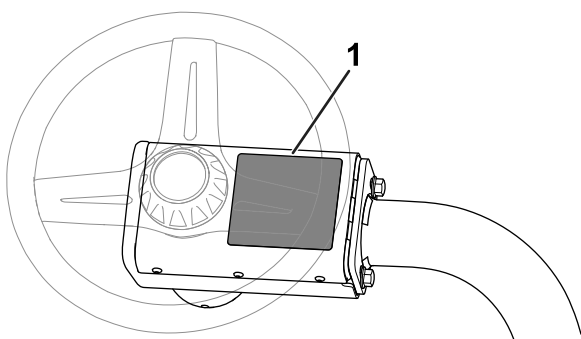

Figura 17
- **Autocolante de aviso CE:** instale o autocolante de aviso CE (peça n.º 139-8321) sobre o autocolante de aviso existente (peça n.º 139-8320) na cobertura do volante; consulte a Figura 17.